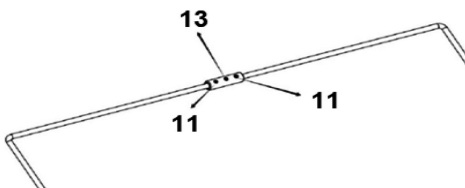

Рис. 9
Соедините две части каркаса сборника с помощью соединителей (13) и зафиксируйте винтами (11) по два винта на каждый соединитель (Рис. 9).